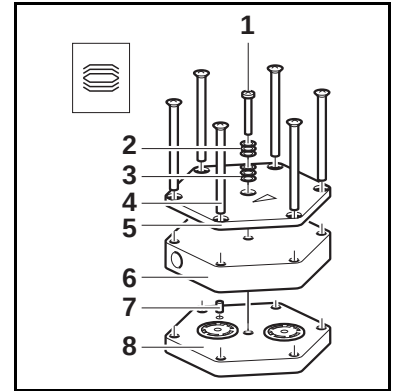

Abb. 7: Pumpenkopf montieren
1. An pneumatischer Kopfverschaltung (3) die Überwurfmutter (2) von Hand lösen. Winkelschraub-Verschraubung (1) des Pumpenkopfs (4) gegen den Uhrzeigersinn drehen, bis Verbindungsschlauch abgezogen werden kann.
2. An beiden Pumpenköpfen Druckplatte (Abb. 7/5), Kopfdeckel (Abb. 7/6), Zwischenplatte (Abb. 7/8) und Membranaufnahme mit einem durchgehenden Filzstiftstrich markieren. Dadurch wird verhindert, dass die Teile später falsch montiert werden.
2. Zwischenplatte (8) mit Ventilplatten/Dichtungen entsprechend dem Filzstiftstrich auf Aufnahme setzen.
3. Kopfdeckel (6) entsprechend Passstift (7) auf Zwischenplatte (8) setzen.
4. Druckplatte (5) entsprechend Filzstiftstrich auf Kopfdeckel (6) setzen.
5. Schrauben (4) über Kreuz anziehen.
6. Schraube (1) in der Mitte der Druckplatte (5) mit Tellerfedern (2, 3) einsetzen. Dabei auf die richtige Anordnung der Tellerfedern achten (siehe Abb. 7).
7. Schraube (1) festziehen, bis Schraubenkopf flächig aufsitzt. Schraube mit weiterer halber Umdrehung fixieren.
Gewechselte Membrane und Ventilplatten/Dichtungen.	➔ Sicherstellen, dass Passscheiben auf das Membrangewinde aufgesteckt wurden. ➔ Kopfverschaltung und Schlauchverbindungen auf Dichtigkeit prüfen. ➔ Eventuell die äußeren Schrauben (Abb. 7/4) der Druckplatte vorsichtig über Kreuz anziehen.